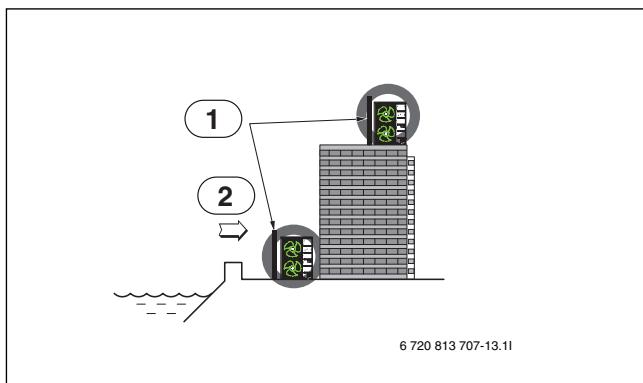

Рис. 15
- Если наружный блок устанавливается на морской стороне, смонтируйте защиту от морского ветра (→ рис. 15)